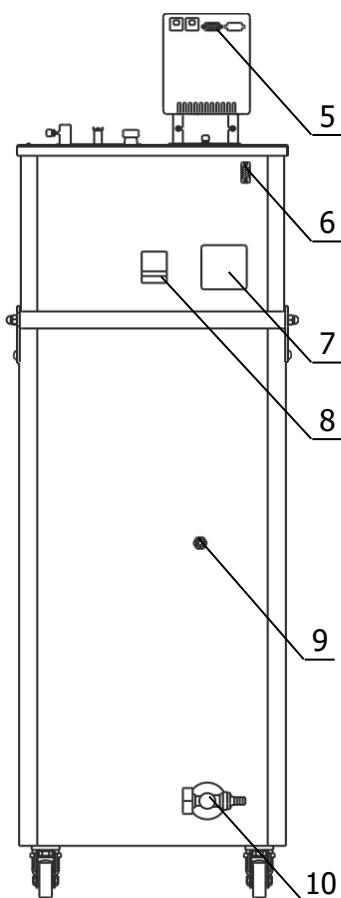

Рисунок 3 — Задняя панель термостата
2.2.5 К переливному штуцеру 9 (рисунок 3) присоединить гибкий шланг, второй конец которого опустить в емкость для сбора излишков теплоносителя объемом 1.5–2 литра.
2.2.7 Вставить вилку сетевого кабеля блока регулирования в розетку 7 (рисунок 3). Соединить кабелем из комплекта поставки блок регулирования (разъем 5) и холодильную машину (разъем 6). Сетевой кабель термостата подключить к питающей сети напряжением 220 В. Для этого в лабораторном помещении должна быть установлена электрическая розетка из комплекта поставки термостата.
2.2.8 Автоматический выключатель 8 (рисунок 3) перевести в положение «включено».
2.2.9 Включить блок регулирования в соответствии с документом ТКЛШ 3.222.009-23 РЭ «Блоки регулирования температуры погружные циркуляционные М11, М11М серии МАСТЕР». При работе циркуляционного насоса уровень теплоносителя в рабочей ванне поднимается, и теплоноситель начинает равномерно переливаться в основную ванну. При этом уровень теплоносителя в основной ванне падает, что может привести к срабатыванию защиты от недостаточного уровня теплоносителя. Доливать теплоноситель следует до момента начала слива из переливного штуцера 9 (рисунок 3).
2.4.5 Надеть сливной шланг из комплекта поставки на кран 10 (рисунок 3) и закрепить его хомутом. Свободный конец шланга опустить в емкость для сбора теплоносителя объемом, превышающим объем термостата.